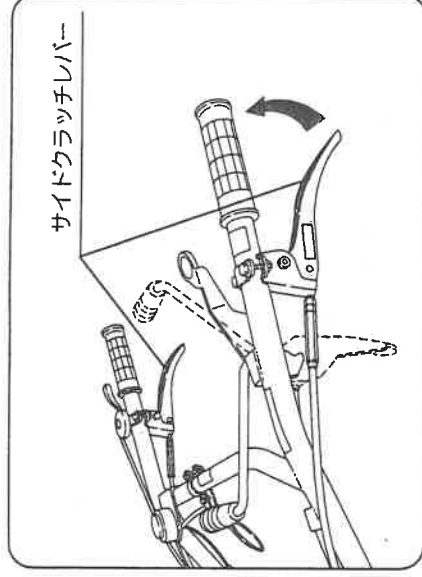

図21
① レバーを握るとサイドクラッチが切れ、放すとクラッチが入ります。(図21)